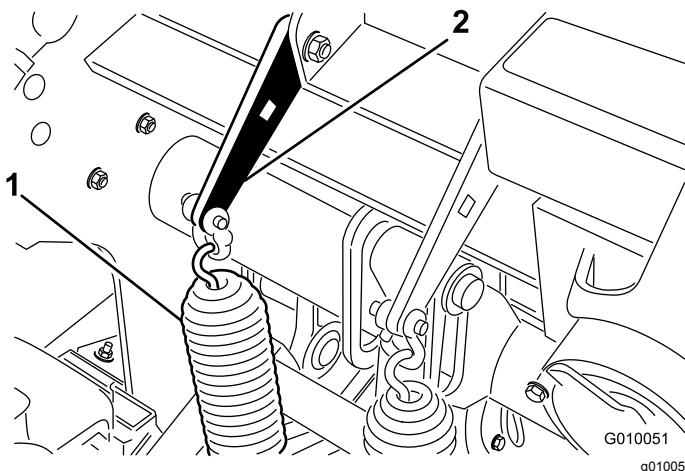

Рисунок 29
2. Ослабьте гайки каретных болтов, которые крепят кронштейны пружин к валу азратора (Рисунок 29). Не снимайте их.